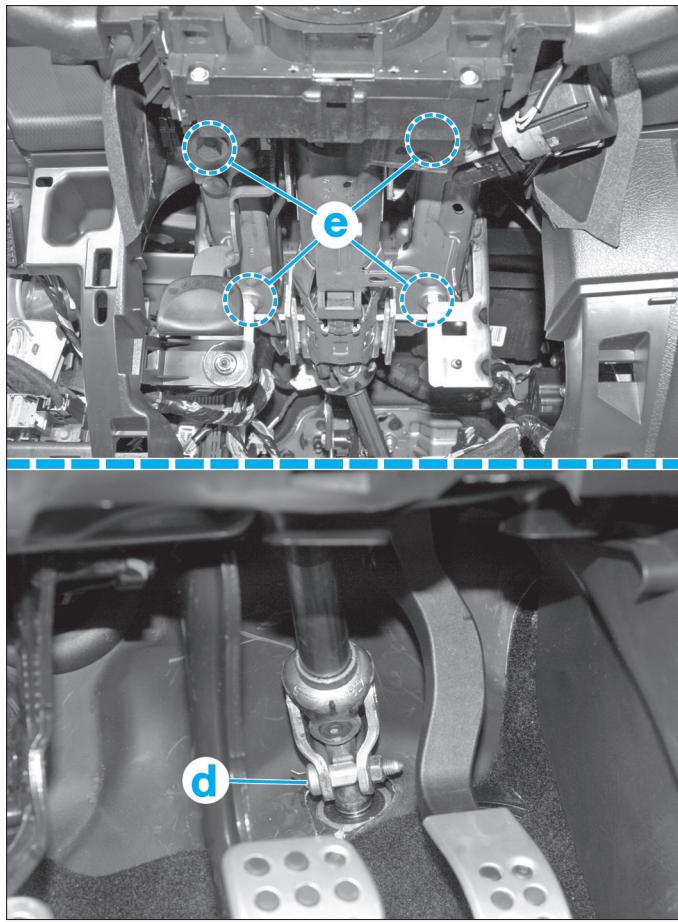

Fig. 22
- Déposer la fixation inférieure de colonne de direction (d) ainsi que les 4 vis (e) situées derrière le commodo (empreinte hexagonale de 13) (Fig.22).